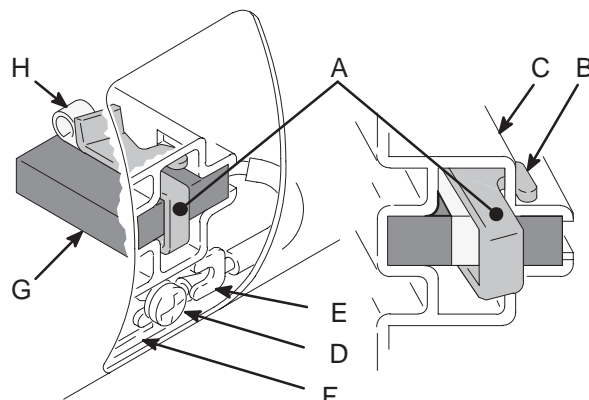

Fig. 8
4. Fig. 8. Pousser sur le clip (A) 110816 pour défaire les crochets (B) d'après le porte-balai (C). Extraire le clip.
5. Fig. 8. Desserrer la vis de la cosse (D). Écarter le fil du balai (E) en laissant le fil moteur (F) en place. Retirer le balai (G) et le ressort (H).
8. Fig. 8. Faire coulisser la cosse du fil du balai (E) sous la rondelle de la vis (D) de la cosse et serrer la vis. S'assurer que le fil du moteur (F) est encore raccordé à la vis.